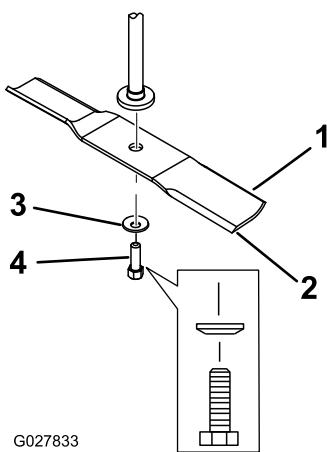

Figura 60
2. Retire a cavilha da lâmina, a anilha curva, e a lâmina do eixo (Figura 60).
- Instale lâmina no eixo (Figura 60).
- Instale a anilha curva (lado oval virado para a lâmina) e o parafuso da lâmina (Figura 60).